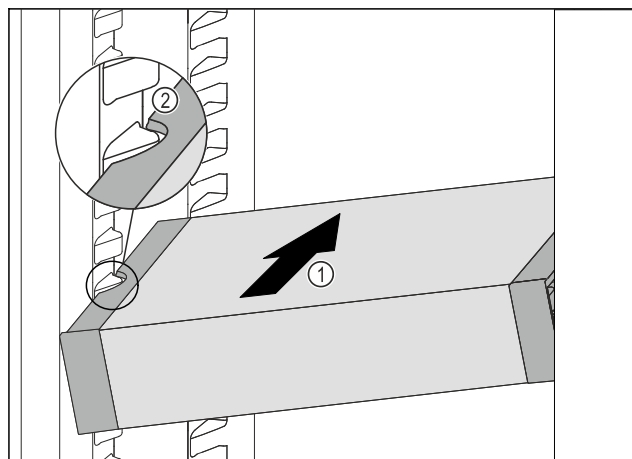

Fig. 59
- Skyv VarioSafe skrått inn i kjøleskapsdelen Fig. 59 (1), til utsparingene på sidene av Fig. 59 (2) VarioSafe er på nivå med rillene i kjøleskapet.